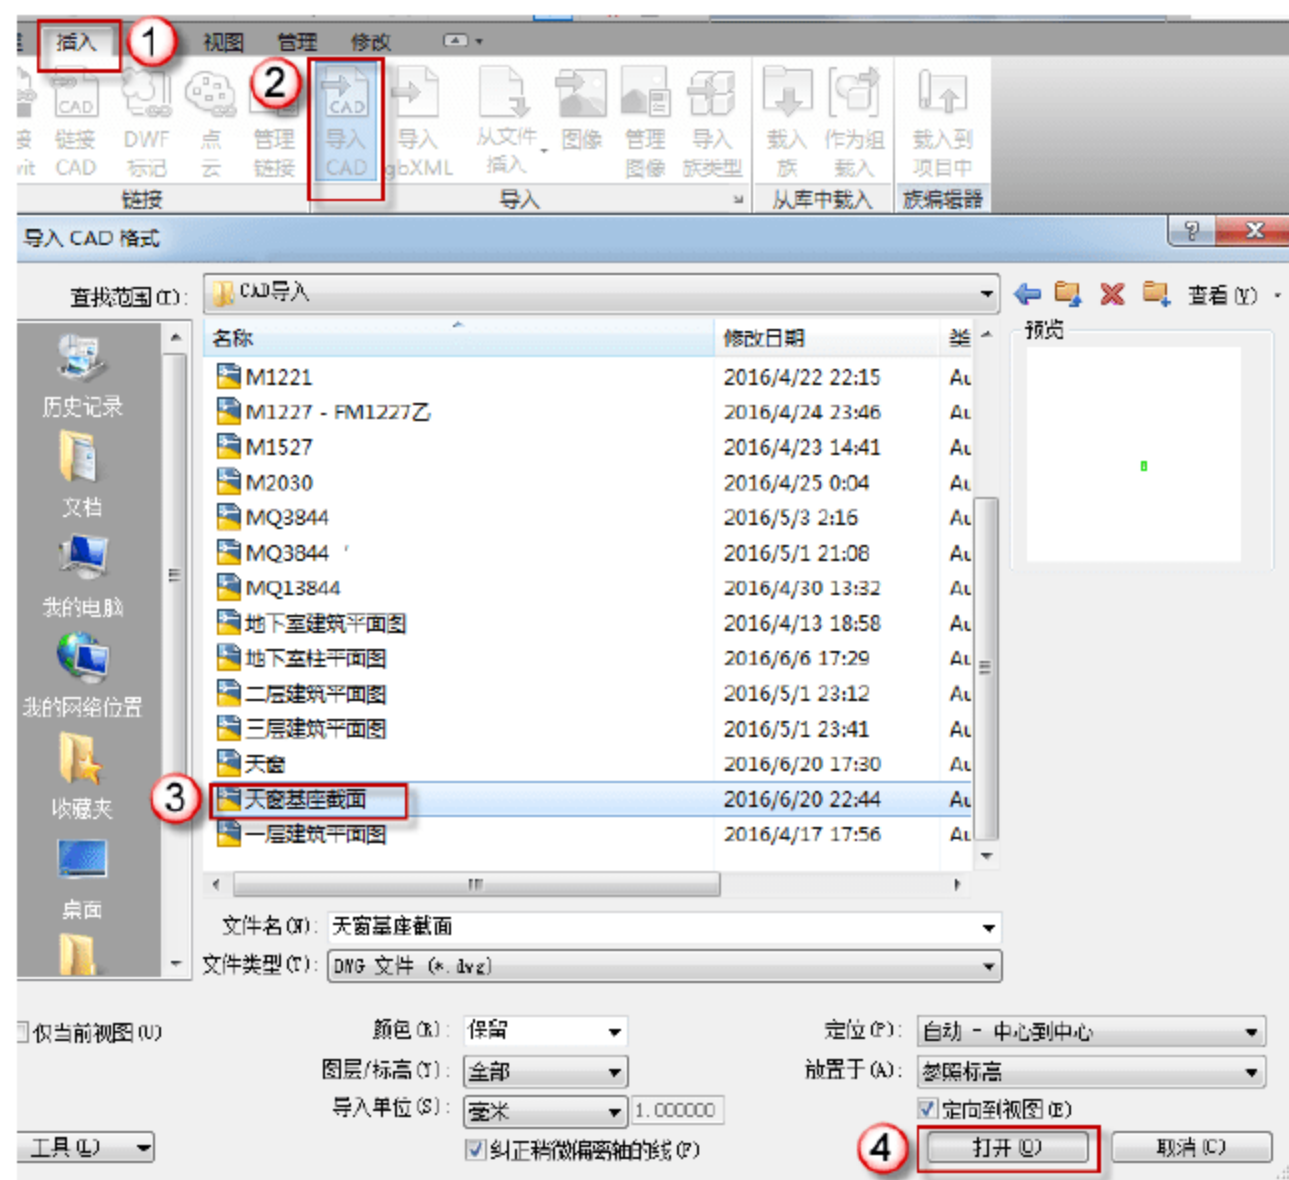

图 12.1.7 导入 CAD 底图
(6) 导入 CAD 底图。选择“插入”→“导入 CAD”命令，在弹出的“导入 CAD 格式”对话框中找到“天窗基座截面”图，单击“打开”按钮，如图 12.1.7 所示。